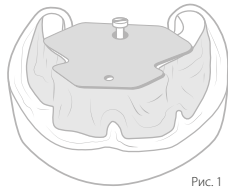

Рис. 1
9. Нижнечелюстную регистрационную пластинку располагают на уровне окклюзионной плоскости, для лучшей фиксации на восковой валик наносят насечки (Рис. 1).